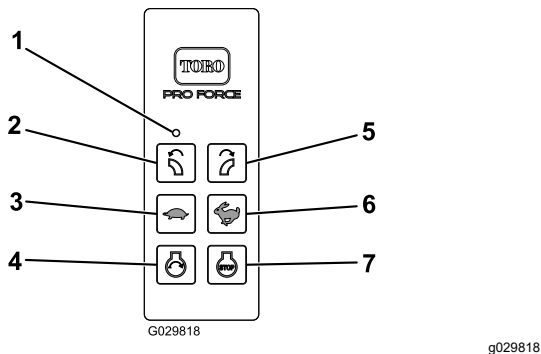

Figura 9
Lumina cu LED indică comunicaia dintre telecomanda portabilă i modulul de control wireless (Figura 9).
Apăsai pe butonul DE OPRIRE A MOTORULUI pentru a opri complet motorul (Figura 9).
După pregătirea mainii pentru pornirea de la distanță, apăsai pe butonul PORNIRE MOTOR pentru a porni motorul (Figura 9). Consultai Funcționarea motorului (Pagină 19) pentru secvena de pornire.
Apăsai pe butonul de ROTIRE A DUZEI LA STÂNGA sau pe butonul de ROTIRE A DUZEI LA DREAPTA pentru a roti duza suflantei în direcția dorită (Figura 9).
- Apăsai pe butonul de CRETERE A TURAIEI MOTORULUI (pictogramă iepure) pentru a mări turaia motorului (Figura 9).